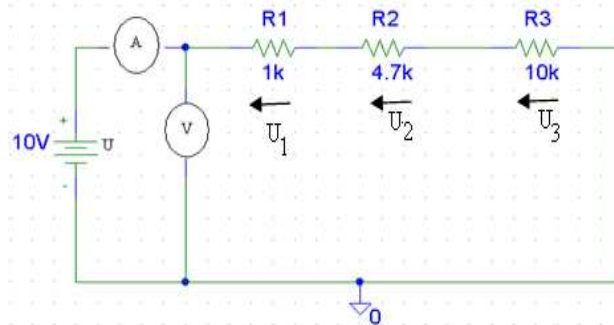

Figure 1
1. Réaliser le montage de la figure 1 Avec  $R_1=1k\Omega$  ;  $R_2=4,7k\Omega$  ;  $R_3=10k\Omega$